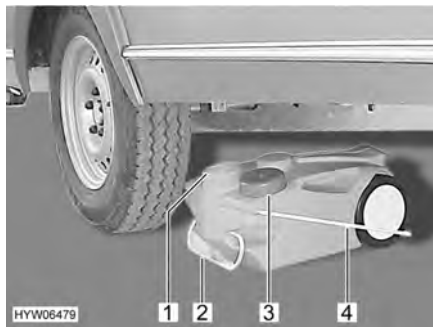

Fig. 155 Serbatoio delle acque grigie, mobile
- Chiudere l'apertura del serbatoio delle acque grigie (Fig. 155,1) con il coperchio (Fig. 155,3).
- Estrarre il serbatoio delle acque grigie tramite la maniglia (Fig. 155,2).
- Sollevare verso l'alto la maniglia da asporto (Fig. 155,4) e posizionare verticalmente il serbatoio delle acque grigie.